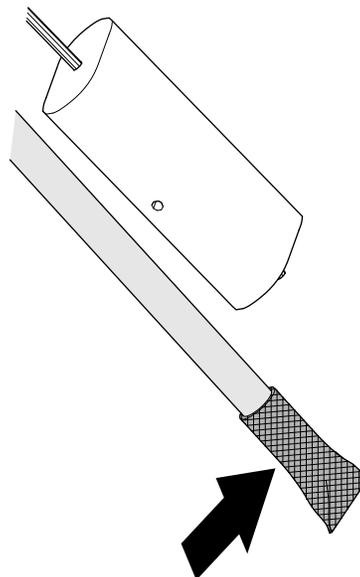

Figura 91
1. Pulite la griglia all'estremità del tubo di prelievo del carburante (Figura 91).